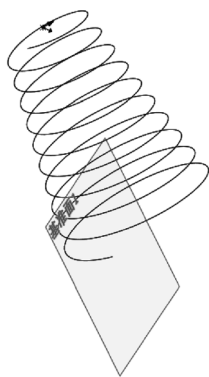

图 4-17 旋转视图后的图形
4) 单击右键在弹出的快捷菜单中选择“旋转视图”命令 , 将视图以合适的方向显示, 如图 4-17 所示。